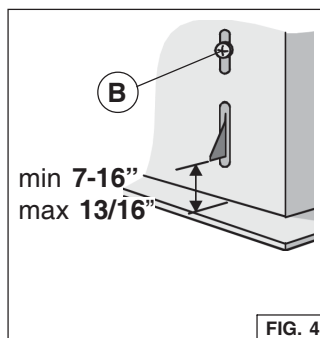

FIG. 4
3. Réglez la position du ressort de fixation latéral à l'aide de la vis "B" correspondante et ce, en fonction de l'épaisseur du panneau découpé qui servira de support pour la fixation (Fig.4).